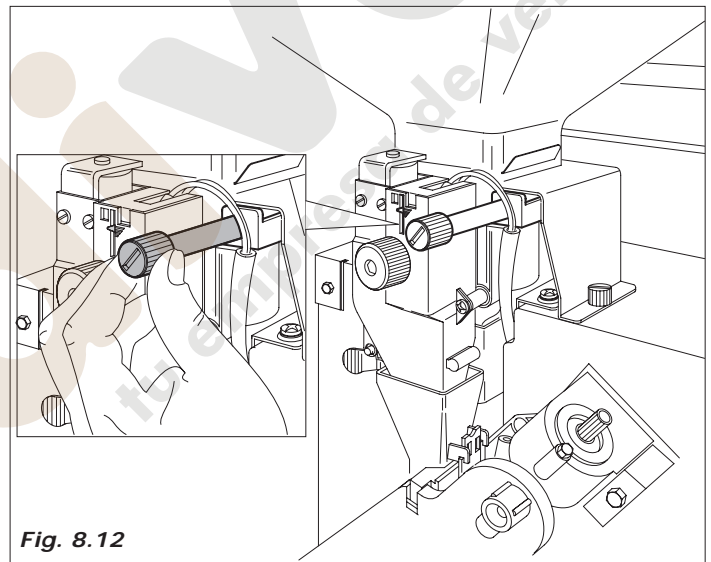

Fig. 8.12
- **Regulación del grado de molienda.** Girar el tornillo (Fig.8.12) para obtener los resultados deseados.